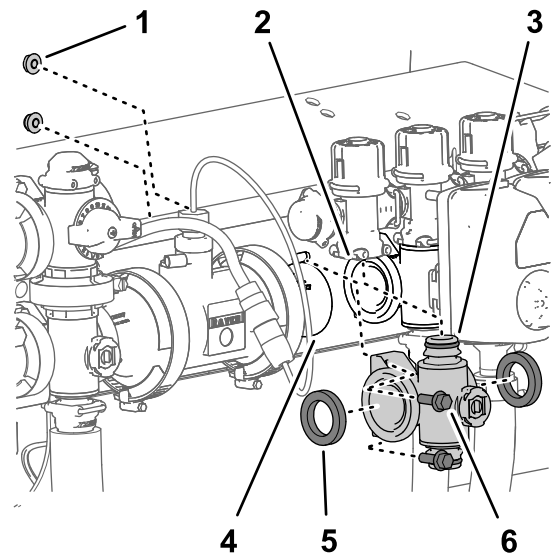

図 127
4. 左右のブームマニホルドのそれぞれをバルブサポートに固定しているフランジヘッドボルト $\frac{1}{4}$ x $\frac{3}{4}$ " 2本とフランジロックナット $\frac{1}{4}$ " 2個を取り外す 図 127。
5. ブームバルブマニホルドとガasketを下げてブームバイパスバルブをかわし、車体から取り外す 図 127。